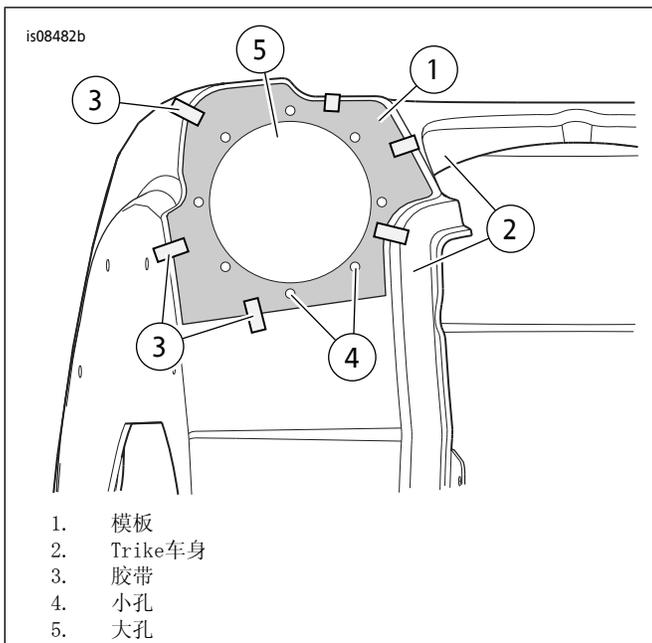

图1。模板位置
1. 参见图1。对准模板( 1 )与Trike车身( 2 )一侧。模板边缘对准车身弧线的相切边缘。使用胶带( 3 )固定模板。用中心冲头标记八个孔( 4 )位置。使用对比记号笔和油性笔标记大孔( 5 )。